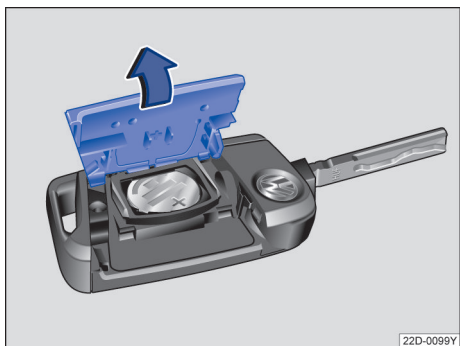

图 43 汽车钥匙：打开电池盒盖
- 用一合适的器具（例如，硬币）沿→图 43 箭头方向拆下汽车钥匙后侧的盖板
- 安装电池盖板，然后沿→图 43 箭头相反方向将其扣到汽车钥匙上，直至其卡定。